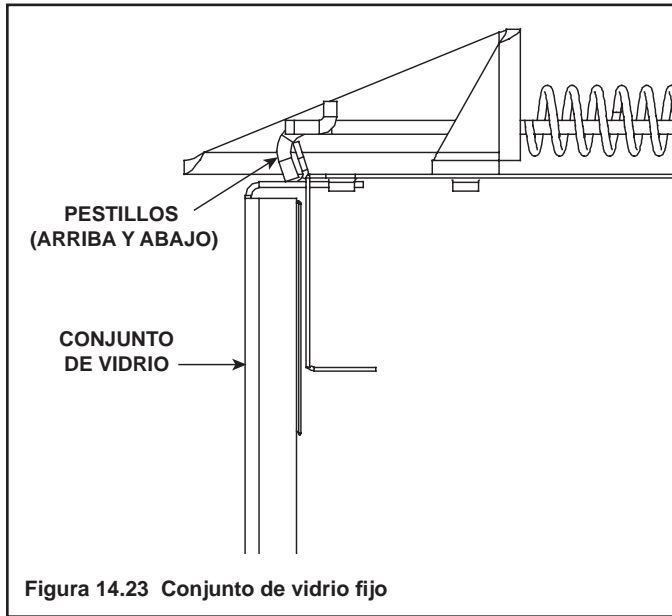

Figura 14.23 Conjunto de vidrio fijo
- Jale los cuatros pestillos y desmóntelos del surco en el marco del vidrio. Retire el conjunto de vidrio de la chimenea (vea la Figura 14.23).